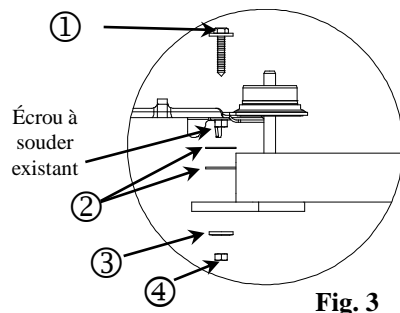

Fig. 3
- Installez les rondelles (2), deux de chaque côté, sur le boulon installé sur les écrous à souder existants, voir figure 3.
- Installez 3/8 "rondelles coniques (3) et M8 écrou hexagonal. Ne serrez pas encore les boulons.
- Fixez la barre d'attelage à suspension arrière, en utilisant plus fente pour Impala et XTS, 3/8 "bloc d'espacement (7) installé entre la suspension et la barre d'attelage.
- Installez 1/2 "rondelle conique (8) et 1/2" écrou hexagonal (9).